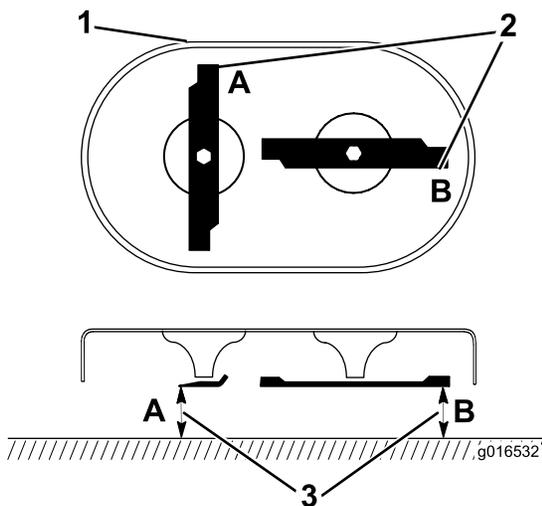

Figura 35
1. Rode as lâminas até que fiquem posicionadas como se mostra na Figura 35.
2. Meça a partir de uma superfície nivelada até às extremidades de corte nos locais A e B, (Figura 35) e anote ambas as dimensões.